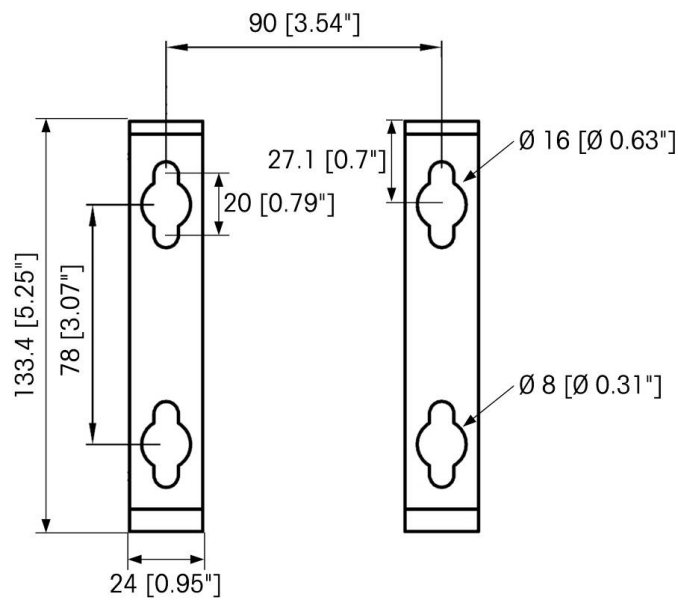

Abbildung A-13: Lochmuster für Montagehalterungen
2. Markieren Sie die Position der Montagelöcher für die Halterung jeweils auf der Oberfläche, an der das Terminal montiert wird, anhand der in Abbildung A-13 aufgeführten Abmessungen oder indem Sie das Terminal an die Oberfläche halten und durch die Halterungslöcher hindurch die Markierungen vornehmen.